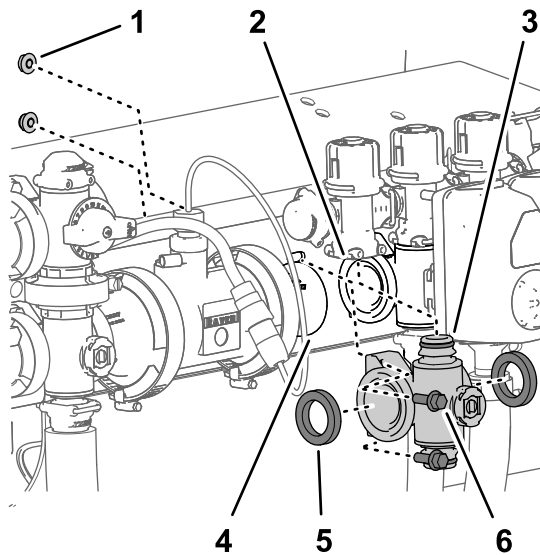

Figura 127
- Para os coletores da válvula da seção esquerdo ou direito, retire os dois parafusos de cabeça flangeada (1/4 pol. x 3/4 pol.) e as duas porcas de bloqueio flangeadas (1/4 pol.) que prendem o coletor da válvula de seção ao suporte da válvula (Figura 127).
- Mova o coletor da válvula de seção e as juntas para baixo para haver espaço para a válvula de distribuição da seção e depois afastando da máquina (Figura 127).